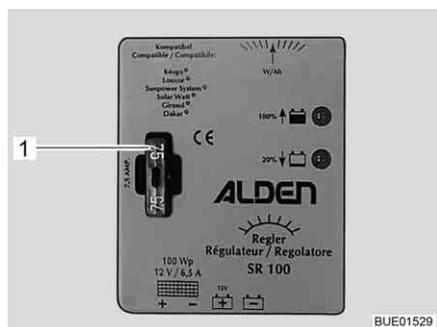

Fig. 151 Fusível do regulador de carga do painel solar 100 W
- Troque o fusível plano 5 A/castanho claro (Fig. 151,1).